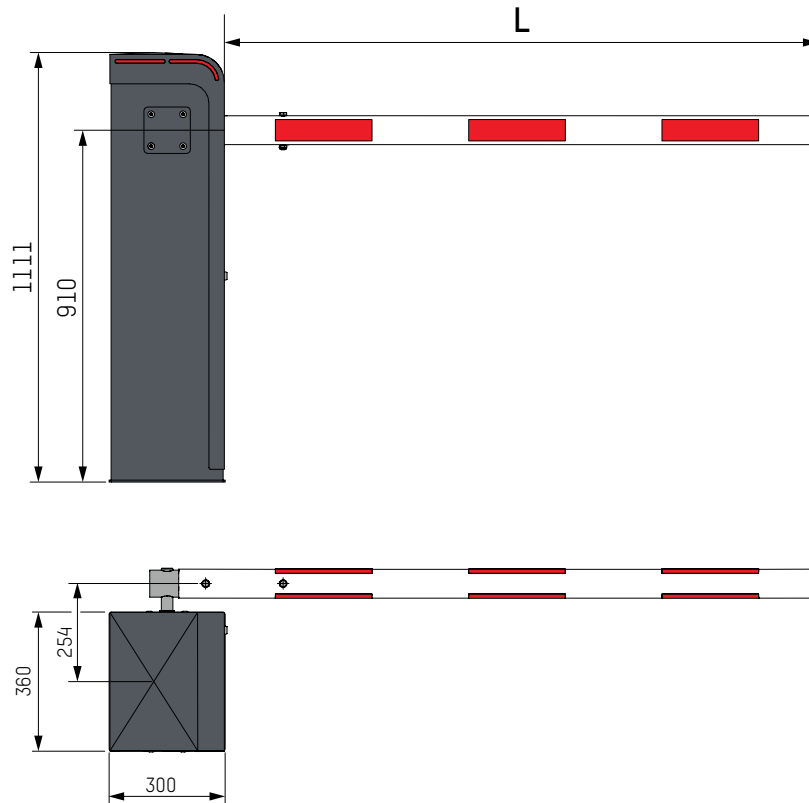

Fig. 1 - Dimensioner
- Innan sericeluckan öppnas ska strömförsörjningen brytas på strömbrytaren (⇒ Det. 24, Fig. 1, sid 9).